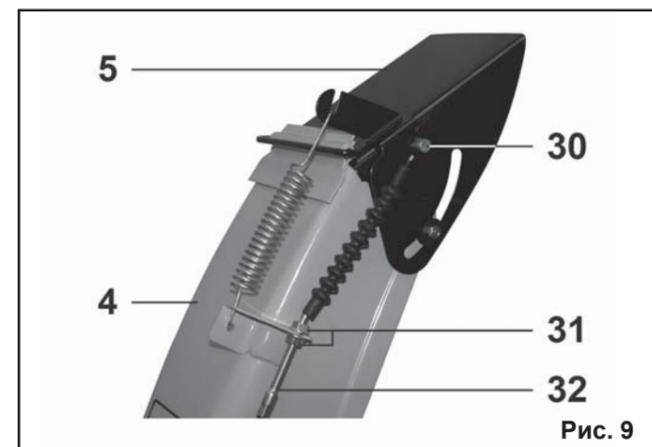

Рис. 9
**6.6. Установка тросика привода дефлектора желоба (Рис.9).**